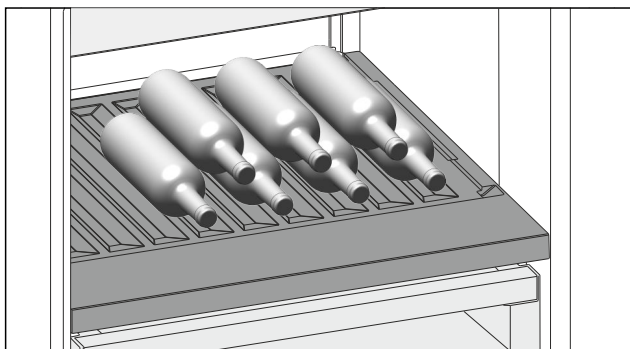

Fig. 99
- ▶ Lägg in flaskorna med botten bakåt mot bakväggen. (se Fig. 99)